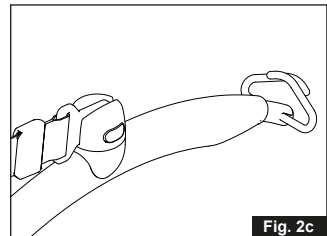

Fig. 2c
2. Laat de gele knop los (fig. 2c).